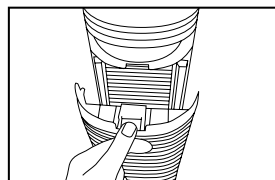

Fig. 1
1. Para revisar los filtros, abra la rejilla trasera empujando suavemente hacia abajo la pestaña de liberación que se encuentra en la parte superior de esa rejilla. Fig. 1